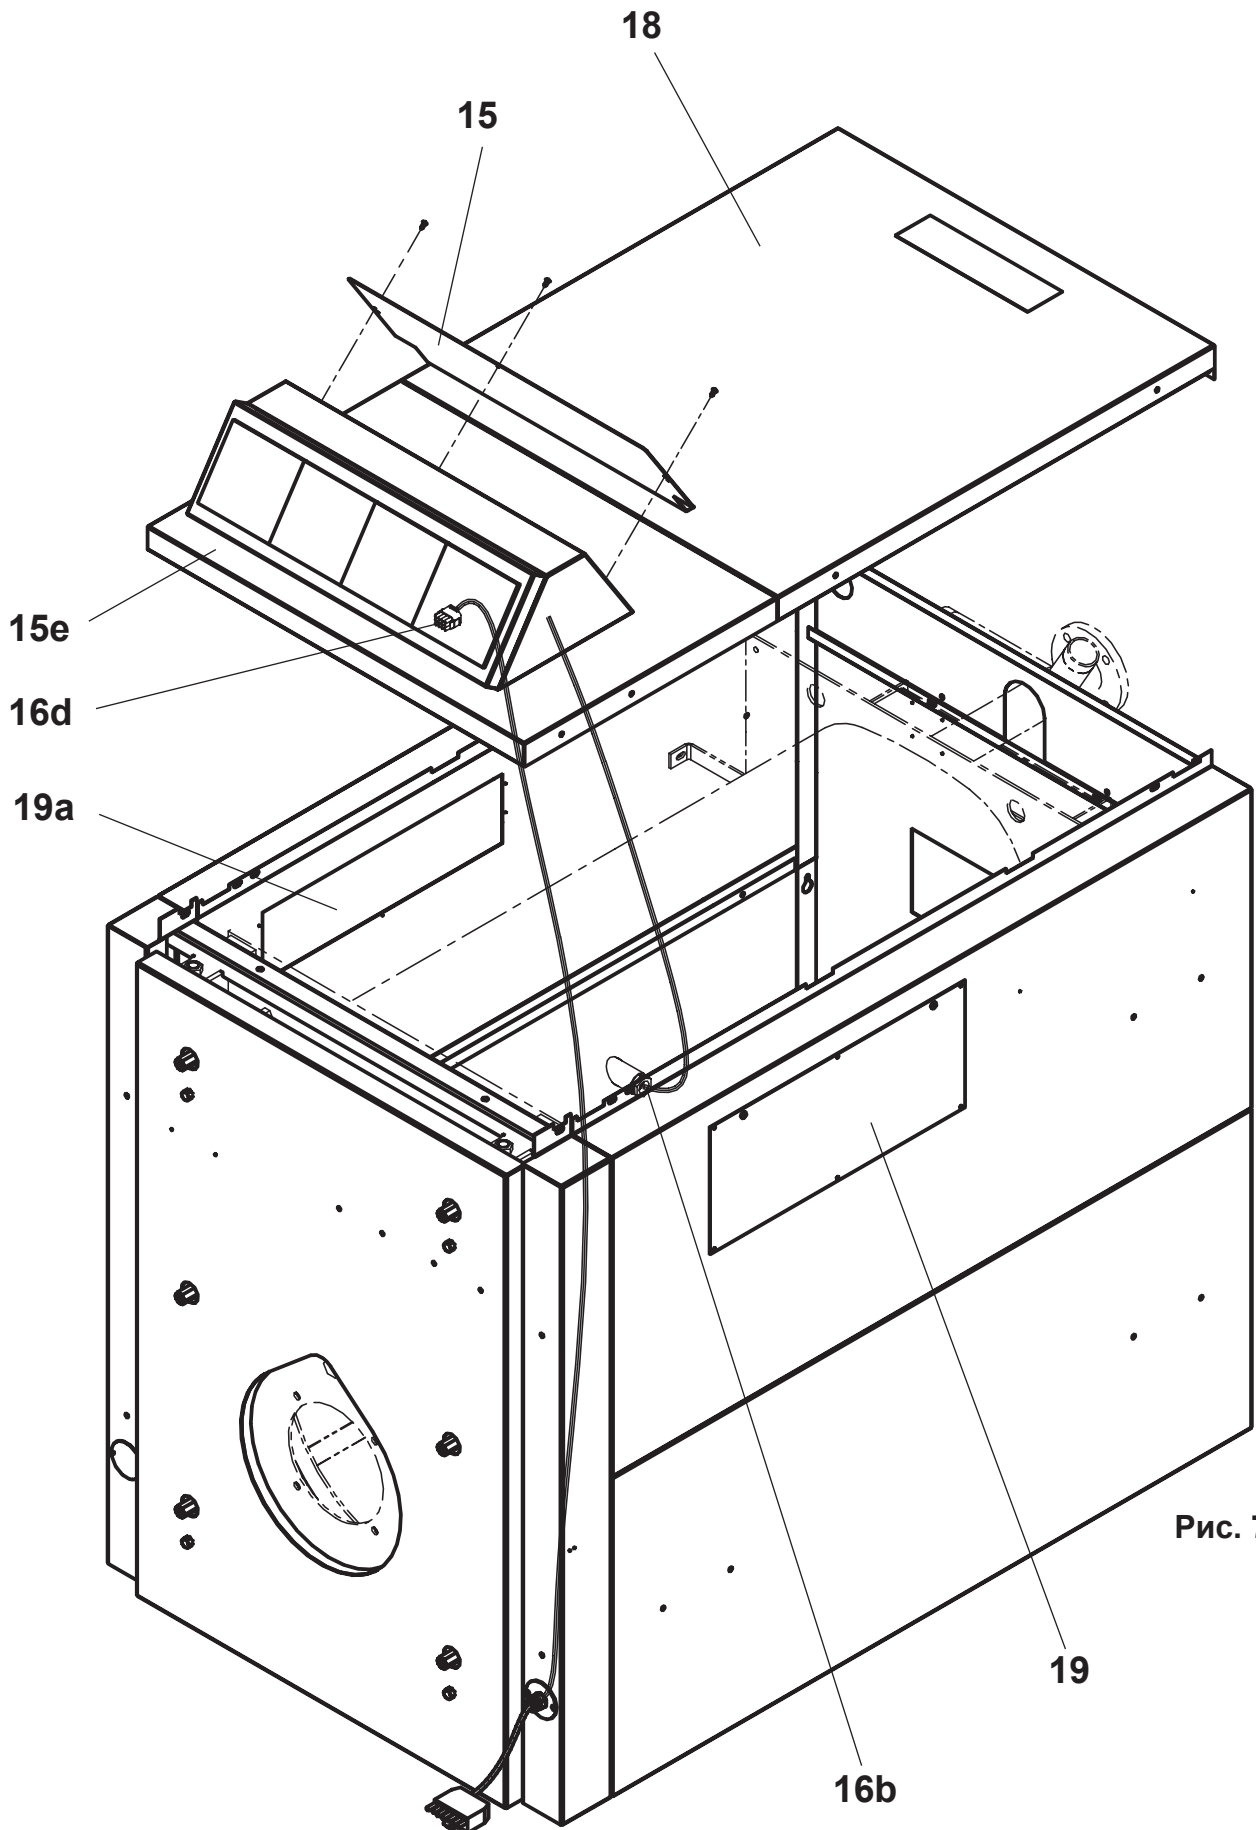

Рис. 7
15. Снимите крышку регулятора (15, рис. 7). Регулятор (15а, рис. 7а) необходимо перевернуть. Чтобы это сделать, снимите блокирующие гильзы (15b, одновременно нажмите и вытащите) и заземляющий болт и шторную шайбу (15с). Присоедините специальные болты (15d) к обшивке (15е) контргайками. Установите бокс для регулятора (15f) на панели обшивки (15е) с углублениями для специальных болтов и закрепите 2-мя саморезами $\varnothing 3.5 \times 6.5$ и зубчатыми шайбами (15h). Установите панель обшивки (15е, рис. 7) и закрепите саморезами ($\varnothing 4.8 \times 38$).
16. Вытяните капиллярные трубки с погружными датчиками (16, рис. 5, стр. 8) через отверстие (16а, рис. 7а) в обшивке, вставьте их в погружную гильзу (16b, рис. 7) до упора и закрепите стопорной пружиной (16с, рис. 5, стр. 8). Вставьте штекер горелки (16d).
Рис. 7а